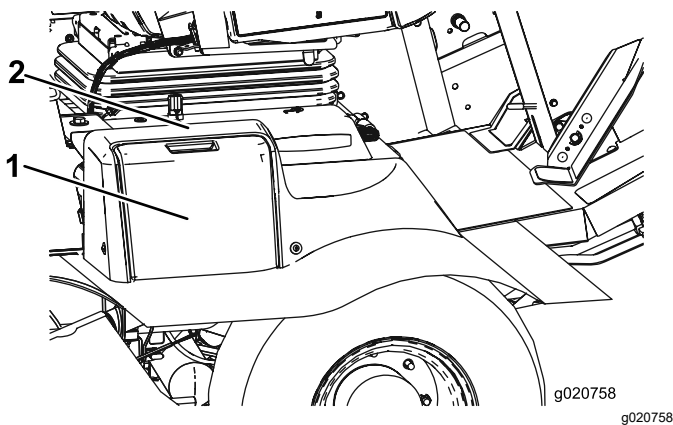

Figura 58
1. Abra la tapa de la batería, situada en el lado de la cubierta (Figura 58).
Nota: Presione hacia abajo sobre la superficie plana situada encima de la tapa de la batería para facilitar la apertura de la tapa (Figura 58).